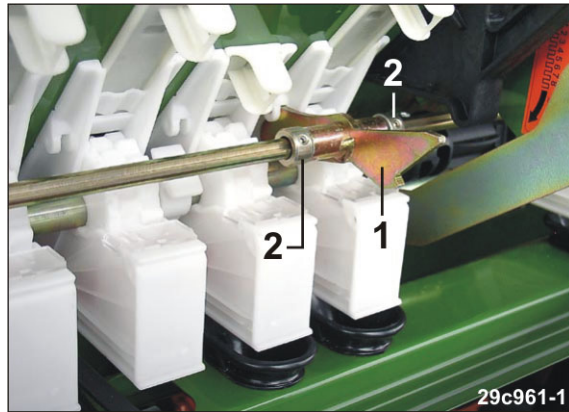

Fig. 243
- Sæt holderen (Fig. 243/1), som sikrer forlagsakslen aksialt, i udsparingen på et såhus.
5. Sørg for at sikre holderen aksialt med to stopringe (Fig. 243/2).